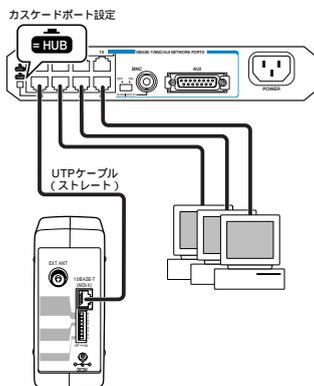
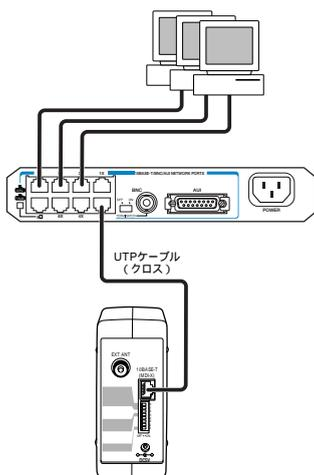
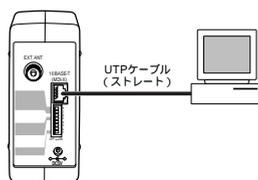

図 16 カスケードポートに接続する場合
図 17 ハブの通常のポートに接続する場合
図 18 コンピュータとの接続
- ・ LAN 機器の UTP ポートの設定が正しいことを確認してください(「= HUB」や「X PC」,「ToHUB」や「ToPC」,「MDI」や「MDI-X」)。「図 16 カスケードポートに接続する場合」「図 17 ハブの通常のポートに接続する場合」「図 18 コンピュータとの接続」をご覧ください。